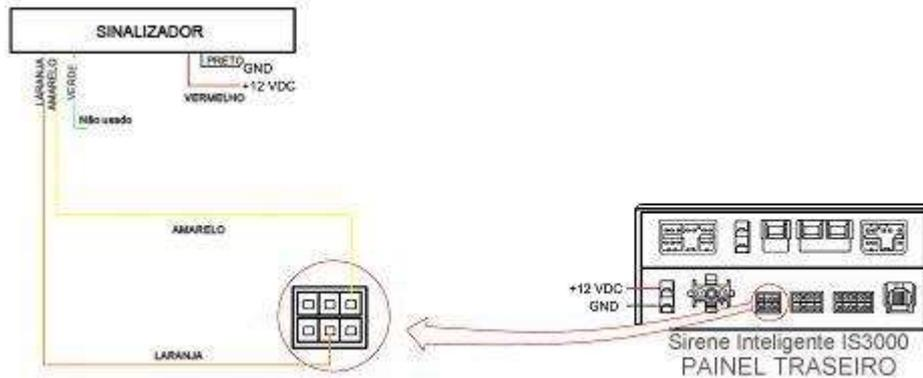

Figura 12 - Diagrama Elétrico 2
H) Posicione o conjunto de fixação no teto do veículo e faça a marcação dos furos selecionados no batente da porta conforme a Figura 12 abaixo. Após isso, retire o sinalizador da parte superior do veículo e faça a furação nos locais selecionados utilizando uma broca de aproximadamente 7/64". Após a furação, aplique o silicone selante (RTV) nos furos. Repita este procedimento para o outro lado do veículo. Prenda novamente o fixador no teto do veículo e insira um rebite de alumínio 4,8 X 16,5mm (obs.: o rebite pode variar conforme o modelo de aplicação, utilize o rebite fornecido junto do kit, caso contrário, entre em contato com a assistência técnica para mais informações a respeito de qual utilizar).